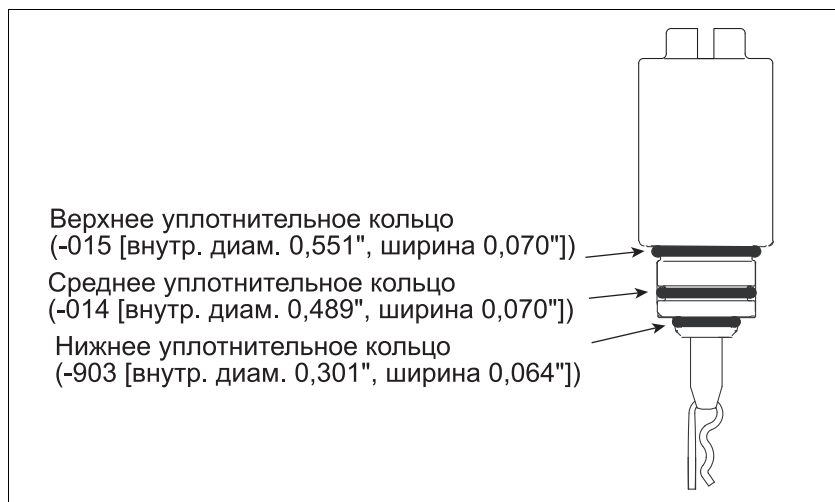

Рис. 41. Шплинт в положении установки винта воздушной продувки
8. Смажьте три уплотнительных кольца нового винта техническим вазелином на нефтяной основе и установите винт (со вставленным и находящимся в вертикальном положении шплинтом) на место (см. рис. 41).